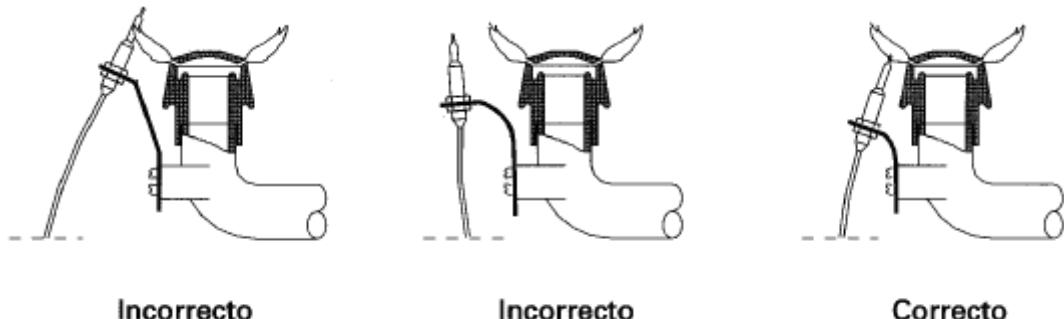

Figura 7.- Posición termopar y llama (sin quemador piloto)
- En los quemadores que no incorporan quemador piloto (quemadores de horno o grill): centrar el extremo del termopar con respecto a la llama del quemador para que ésta incida sobre el termopar, envolviéndolo (figura 7).